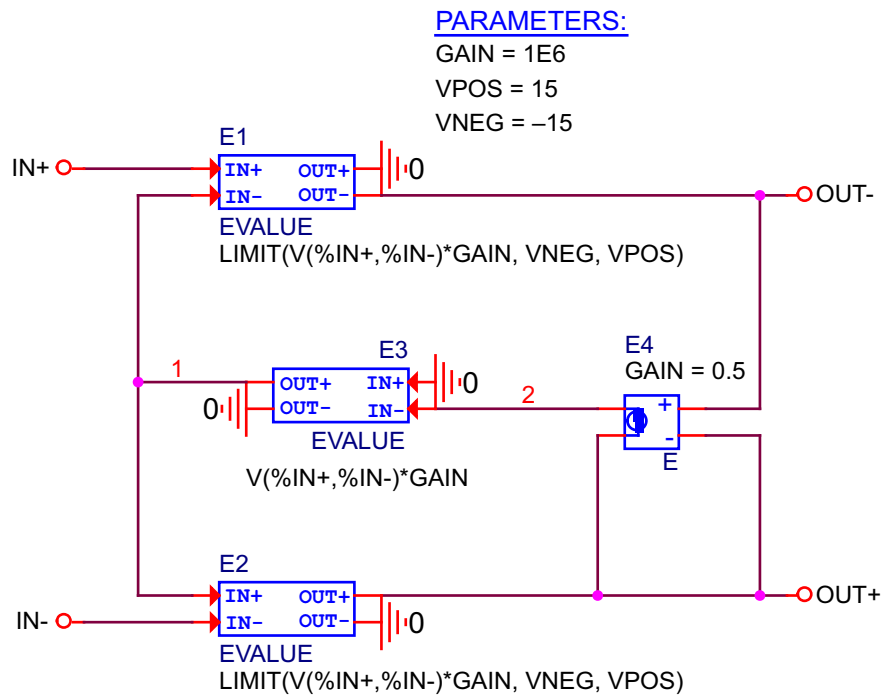

Рисунок 5. Поведенческая модель OPAMPD1 простого полностью дифференциального ОУ.
Для начала построим поведенческую модель простого полностью дифференциального ОУ без входа смещения (Рисунок 5). Для этого будем использовать блоки поведенческого моделирования EVALUЕ из библиотеки *AMB.olb* [3, 6]. В соответствии с Рисунком 4 Блоки E1, E2 – регулируемый каскад, блок E4 – схема выделения синфазного сигнала, блоке E3 – усилитель ошибки. Поведенческие блоки E1 и E2, по аналогии с **PSpice Template** модели OPAMP (Рисунок 1), описываются выражением (1) на языке PSpice.